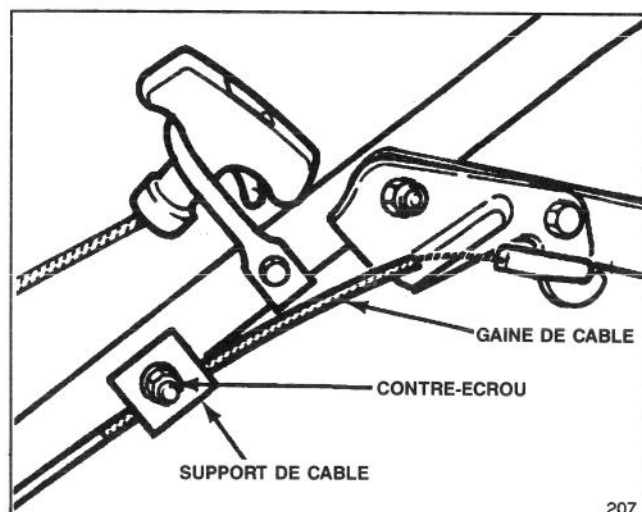

Figure 30
3. REGLAGE DE LA GAINÉ DU CÂBLE—Desserrez le contre-écrou du support de câble (figure 30). Insérez un objet de 3 à 4,7 mm (1/8" à 3/16") entre le levier de frein et le guidon. Réglez la gaine du câble jusqu'à ce qu'il n'y ait plus de jeu, puis resserrez le contre-écrou.